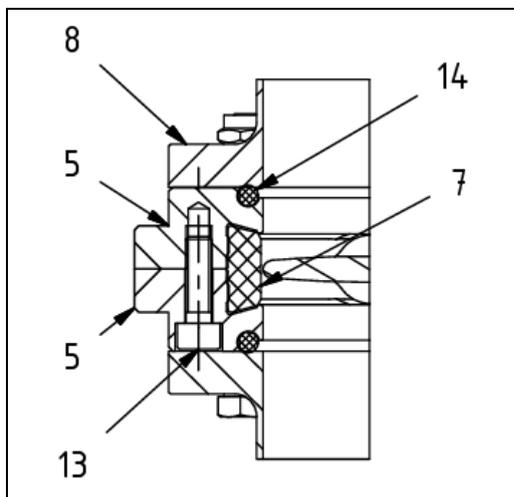

Abb. 6.6: Verschrauben der Innenflansche (2)
- Legen Sie die O-Ringe (Abb. 6.6, Pos. 14) in die Nut der Innenflansche (Abb. 6.6, Pos. 5).
- Positionieren Sie das Ventil zwischen den Außenflanschen (Abb. 6.6, Pos. 8). Achten Sie auch hier darauf, dass die Bohrungen im Außenflansch und im vormontierten Ventil fluchten.